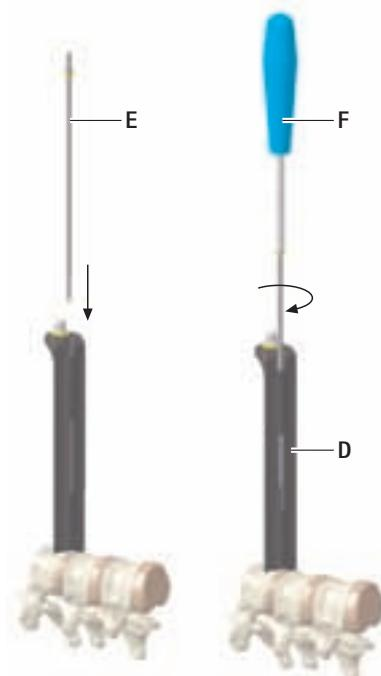

Fig. 1
- Inserir o parafuso E na lâmina D e apertá-lo, ver Fig. 1.